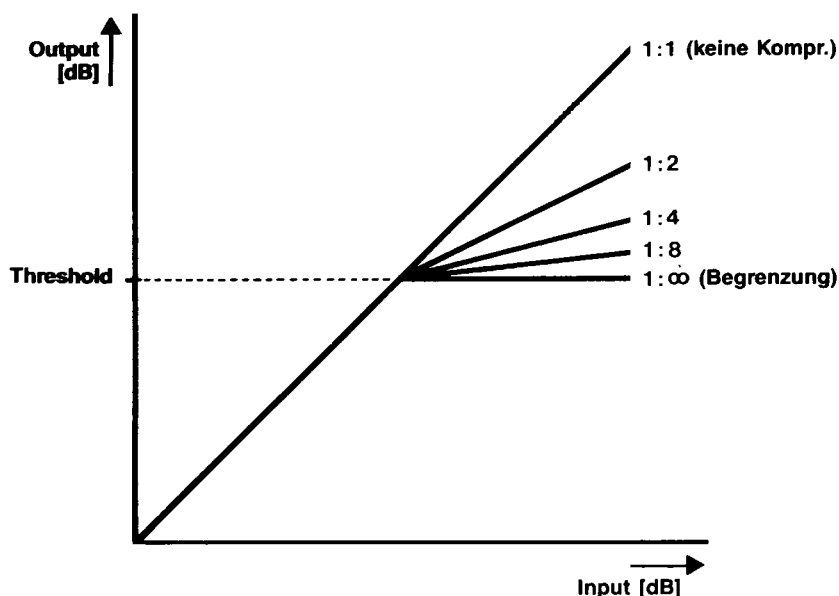

Bild 15 Zur Verdeutlichung des Begriffs Kompressionsrate
- **Kompressionsrate:** Ein Kompressor begrenzt den Pegel eines Audiosignals, sobald dieses einen bestimmten Schwellwert (Threshold) erreicht. Unterhalb des Schwellwerts hat die Kompressorkennlinie die Steigung 1, d.h. der Ausgangspegel ist gleich dem Eingangspegel. Am Schwellwert hat die Kennlinie einen Knick, nach dem Knick wird die Steigung je nach gewählter Kompressionsrate flacher, d.h. das Ausgangssignal wächst nicht mehr in gleichem Maße mit dem Eingangssignal, sondern schwächer (**Bild 15**). Die Kompressionsrate entspricht der Steigung nach dem Kennlinienknicke (siehe **Bild 15**). Bei reinen Kompressoren ist die Kompressionsrate (Compression Ratio) einstellbar. Ein Limiter hat in der Regel eine Kompressionsrate von $1 : \infty$ (d.h. Steigung null, das Ausgangssignal wird mit steigendem Eingangssignal nicht mehr größer).